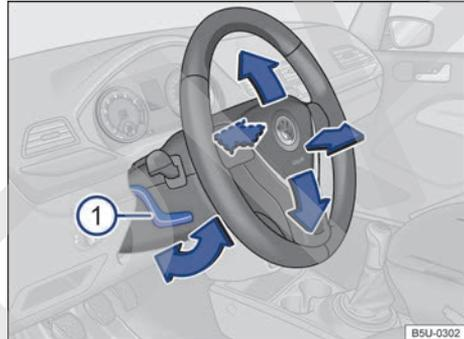

Fig. 44 Ajustar la posición del volante.
- Empujar la palanca → fig. 44 ① hacia abajo y colocar el volante en la posición deseada.